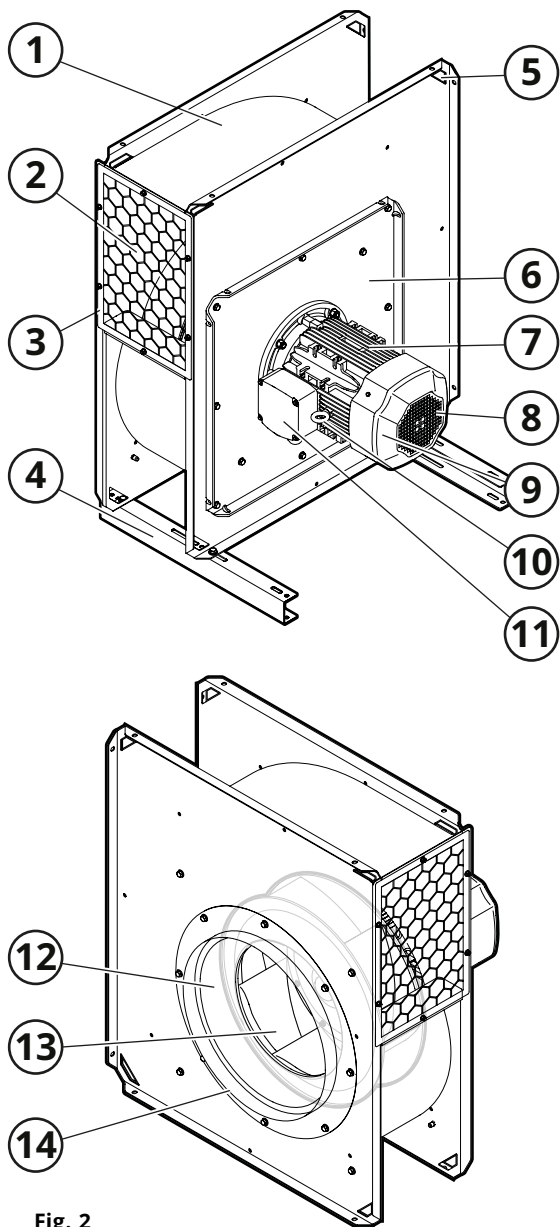

Fig. 2
Voir la Fig. 2.
L'air est aspiré à travers le entrée (14, Fig. 2) vers le centre de la turbine du ventilateur (13). Il est ensuite aspiré à travers la turbine et évacué dans la sortie du ventilateur (2).